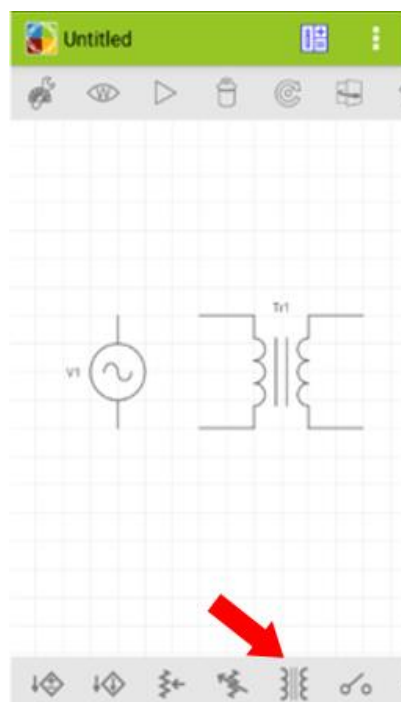

Figura 2.5
2.5 – Depois, é preciso selecionar o transformador (TRANSFORMER), também no canto inferior do aplicativo, arrastando com o dedo para a direita até achar o ícone indicado na **Figura 2.5**.